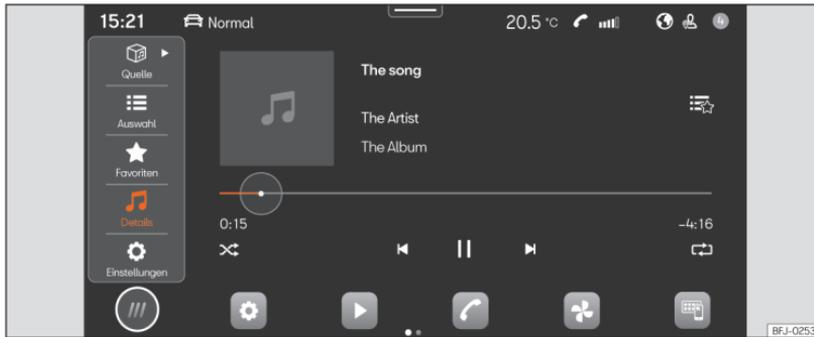

Abb. 133 Schematische Darstellung: Ansicht Medien.
- Drücken Sie **HOME > ► ► ►** [Abb. 133].